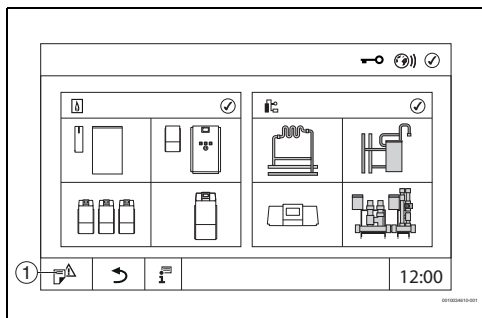

Bild 2 Servicemenü aufrufen (Beispiel)
- ca. 5 Sekunden gedrückt halten (→ Bild 2, [1]).